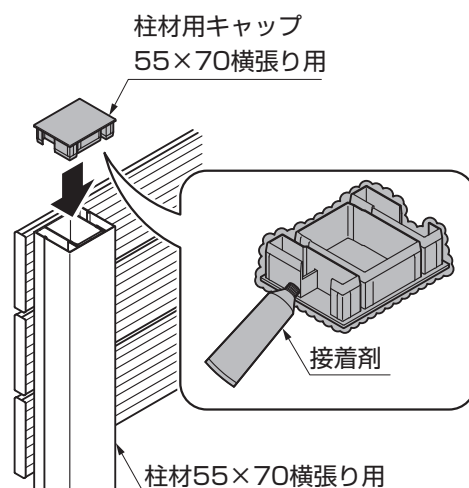

図4-18
- ⑦柱材用キャップ55×70横張り用に接着剤を塗布し、柱材55×70横張り用に取付けてください。(図4-18参照)